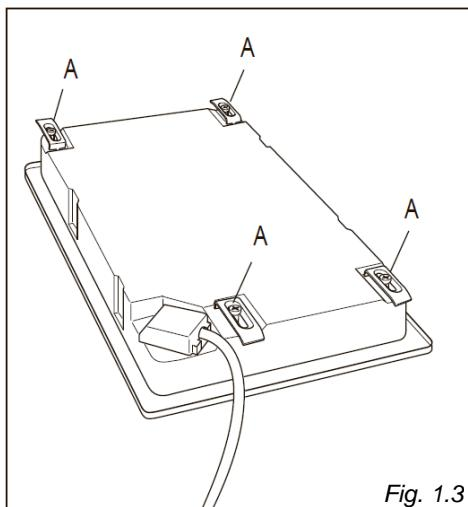

Fig. 1.3
Fiecare plită este prevăzută cu un kit de instalare care include suporturi și șuruburi pentru fixarea blatului pe panouri de fixare, cu o grosime între 30 și 40 mm, fig. 1.3, 1.4.
- Întoarceți plita și punteți clemele „A” (fig. 1.3) în suporturi, strângeți șuruburile „B” doar câteva ture.